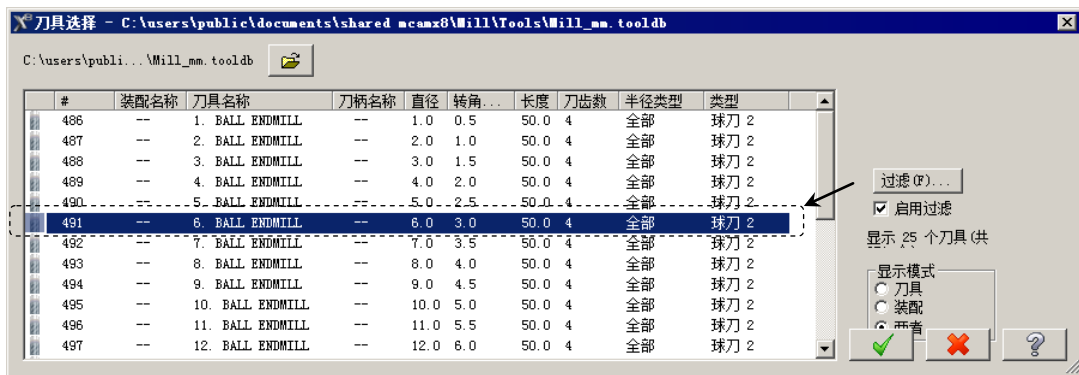

图 5.5.7 “刀具选择”对话框
(1) 确定刀具类型。在“曲面粗车-流线”对话框中单击 **刀具过滤** 按钮，系统弹出“刀具列表过滤”对话框，单击 **刀具类型** 区域中的 **无(N)** 按钮后，在刀具类型按钮群中单击 **球刀** (球刀) 按钮，单击 **✓** 按钮，关闭“刀具列表过滤”对话框，系统返回至“曲面粗车-流线”对话框。
(2) 选择刀具。在“曲面粗车-流线”对话框中单击 **选择库刀具...** 按钮，系统弹出“刀具选择”对话框，在该对话框的列表框中选择图 5.5.7 所示的刀具，单击 **✓** 按钮，关闭“刀具选择”对话框，系统返回至“曲面粗车-流线”对话框。